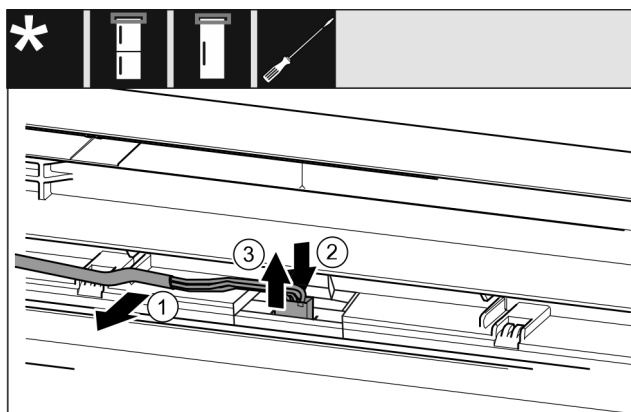

Fig. 20 Комбинация из холодильных и морозильных агрегатов / морозильные агрегаты / холодильные агрегаты
- ▶ Осторожно высвободите кабель Fig. 20 (1) из направляющей в двери.
- ▶ Вдавите назад накладку Fig. 20 (2) за штекером.
- ▶ Осторожно вытяните штекер Fig. 20 (3) вверх.